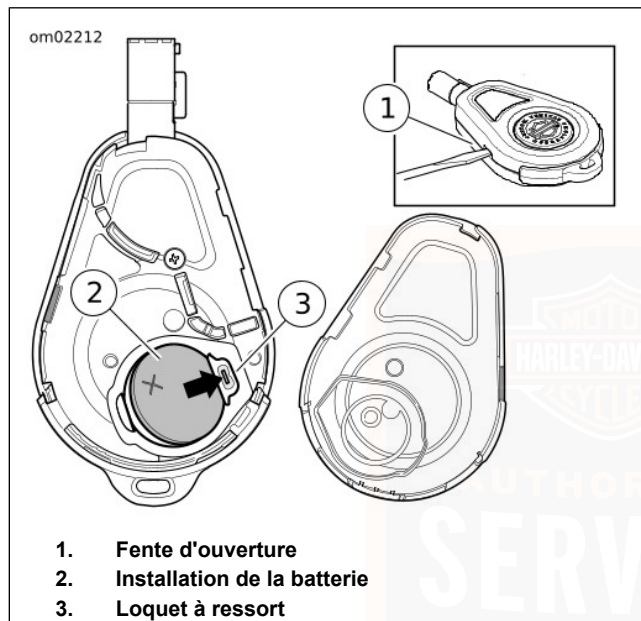

Figure 28. Pile pour porte-clés
1. Voir Figure 28. Tourner lentement une lame mince dans la fente (1) sur le côté du porte-clés pour séparer les deux moitiés.
2. Tout en tenant la pile du porte-clés vers le bas, utiliser un petit tournevis ou un outil similaire pour appuyer sur le loquet à ressort (3) et l'extraire de la pile (2).